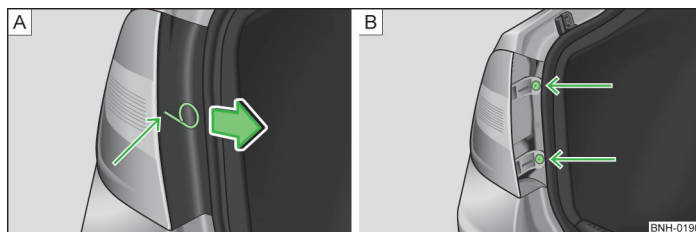

Fig. 175 Capacul/demontarea lămpii
- ▶ Etrierul pentru extragerea capacelor integrale de roți » pagina 178, Trusa de scule se introduce în orificiu, în locul marcat cu săgeți » fig. 175 - **A**.
- ▶ Extrageți capacul în sensul săgeții » fig. 175 - **A**.
- ▶ Deșurubați lampa folosind șurubelnița din trusa de bord » fig. 175 - **B**.